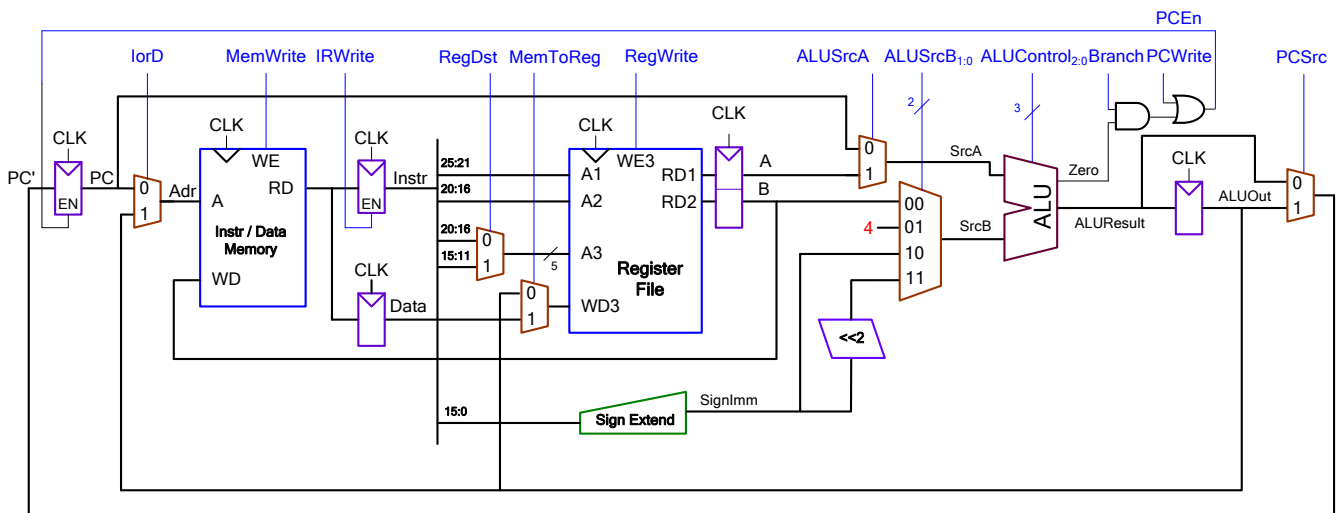
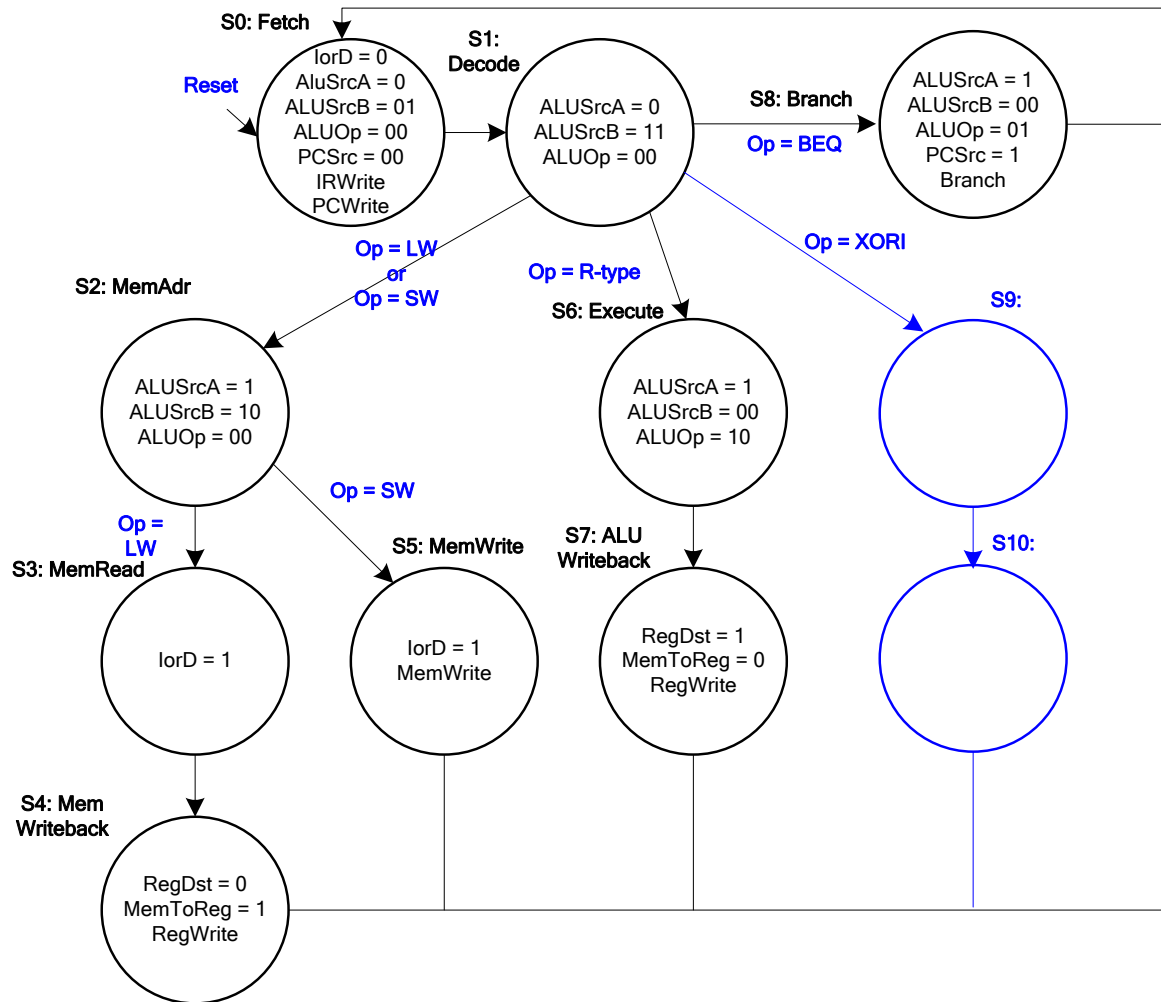

Figura II.3 - Datapath multicyle
Figura II.4 - Diagrama de Estados do Controlador Principal
5) A **Figura II.3** representa uma implementação do *datapath multicyle* e a **Figura II.4** o diagrama de estados parcial do controlador respetivo.
a) Modifique o *datapath* da **Figura II.3** para suportar a execução da instrução **xori**. Indique os caminhos ativos e o valor dos sinais de controlo relevantes durante a execução. Explique por palavras as ações envolvidas na sequência de estados.
c) No diagrama de estados da **Figura II.4** preencha os estados **S9** e **S10** com os valores dos sinais de seleção dos *multiplexers* e de *enable*. Use o decodificador da ALU da **Tabela II.5**.